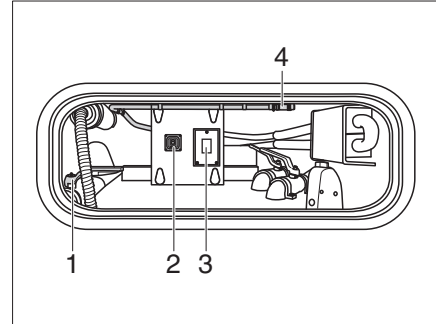

Bild 390 Kassette Zerkhackertoilette spülen (Ansicht in Staukasten)
- Entleerungshahn (Bild 390,1) öffnen.
- Schalter (Bild 390,3) drücken.
- Schalter (Bild 390,2) für die Entleerungspumpe betätigen.
- Schlauch zur Tankreinigung (Bild 390,4) im Staukasten aushängen und an einen Wasseranschluss anschließen.
- Nach der Spülung Wasseranschluss abnehmen und Schlauch zur Tankreinigung (Bild 390,4) verstauen.
- Entleerungshahn (Bild 390,1) schließen.